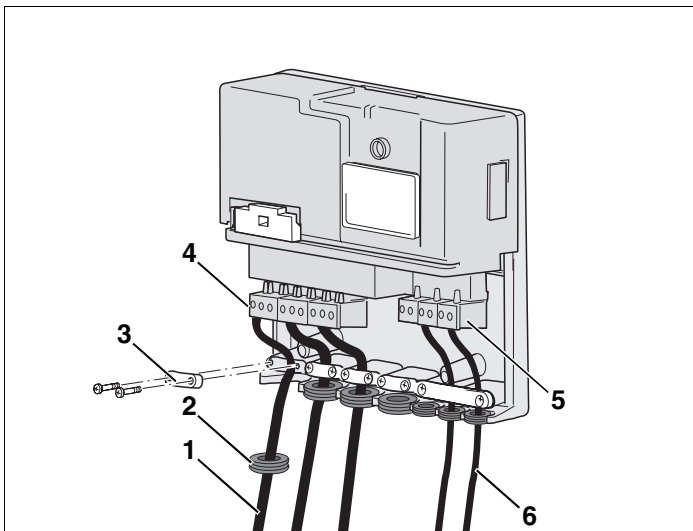

Abb. 11 Elektrischen Anschluss herstellen
- Dazu zuerst die Gummitüllen (Abb. 11, **Pos. 2**) über die Leitung führen.
- Netzanschlussleitung (Abb. 11, **Pos. 1**), Busleitung (Abb. 11, **Pos. 6**) und weitere Komponenten mit den Klemmen (Abb. 11, **Pos. 4** bzw. **5**) des Funktionsmodules nach Anschlussplan richtig verdrahten.
- Zugentlastungen (Abb. 11, **Pos. 3**) mit den beiliegenden Schellen fachgerecht verschrauben.